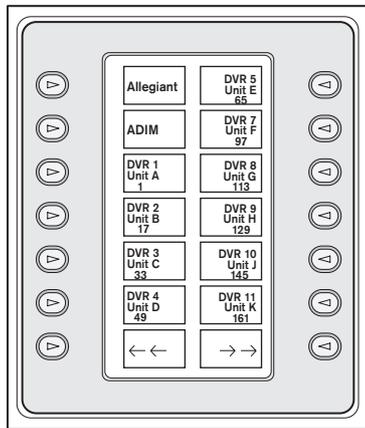

FIGURA 3-2 Menu principale di selezione del prodotto
1. Premere il tasto **PROD** per attivare la *modalità di selezione prodotto* (Product Selection). Il display a tasti mostra il menu *Selezione prodotto* (Product Selection, vedere la FIGURA 3-2).
1. Premere il tasto **PROD** per visualizzare il menu *Selezione prodotto (Product Selection, FIGURA 3-2)*.